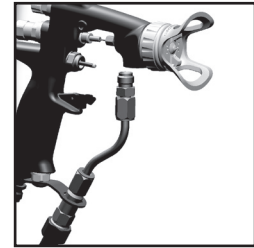

Fig. 14
11. Reemplazar el tubo del fluido y el gatillo. (Ver Fig. 14 y 13)